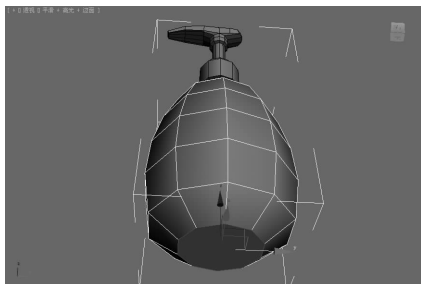

图 5-105 选中瓶底多边形 ▲
(1)在任意视图中右击,从弹出的四元菜单中选择“全部取消隐藏”选项。选中第一个圆柱体,在“修改”命令面板的“选择”卷展栏中单击“多边形”按钮,选中圆柱体底部的多边形,如图 5-105 所示。